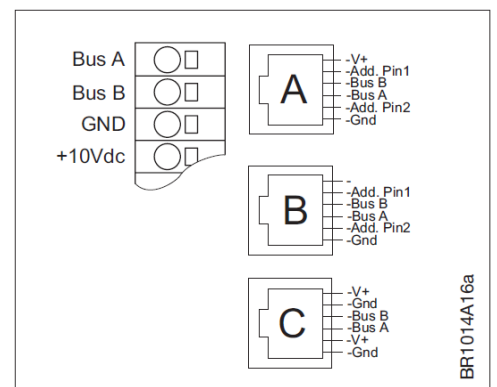

Abb. 3-13: Modbus Anschlüsse
- Innerhalb der Steuerklemmen sind Klemmen für Anschluss von Modbus mit „Bus A“, „Bus B“ und „GND“ gekennzeichnet (siehe Abb. 3-13).
- Via Adressierungskontakte der RJ12-Buchsen „A“ oder „B“ (siehe Abb. 3-13 und Tab. 3-3).